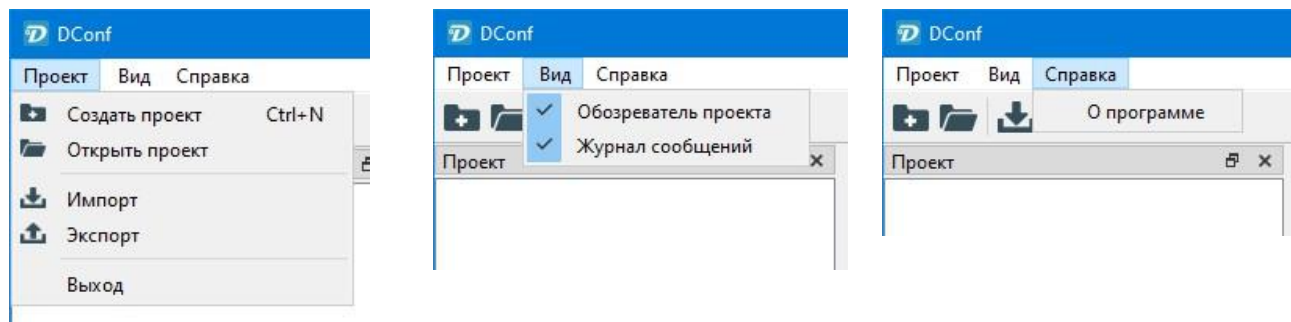

Рис. 3.22. Списки команд в главном меню.
- главное меню в виде текстовых строк и значков (см. рис. 3.22) и панель инструментов;